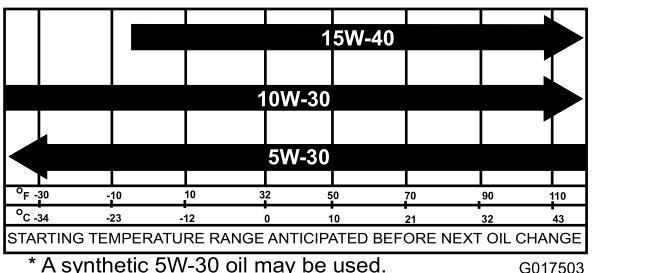

Figure 29
5. Remplissez le carter moteur de l'huile spécifiée (Figure 29).